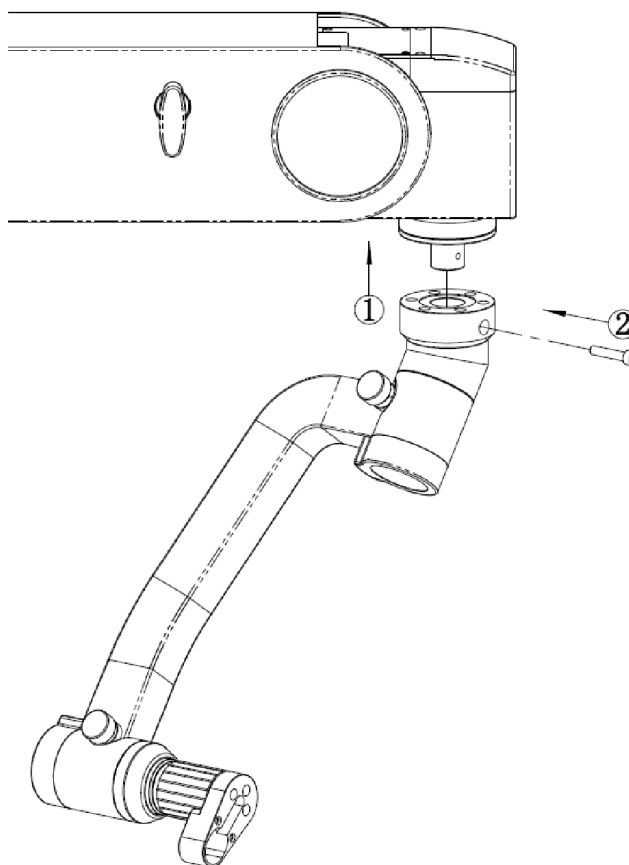

Рис. 4. Схема установки электромагнитного поворотного рычага
См. рис. 4. Электрический блок включает гнездо питания (2), выключатель питания (1), предохранитель, ЖК-дисплей (9) и другие схемы. Один из двух USB-интерфейсов может быть подключен к USB-диску, а второй можно использовать для подключения клавиатуры или мыши для контроля функций видео и отображения.